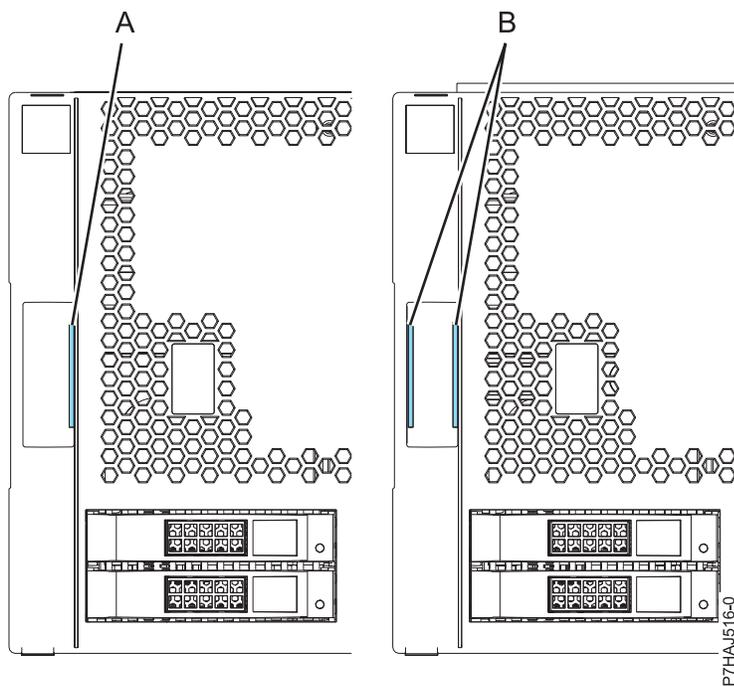

Figure 80. Identification des capots anciens et nouveaux
Remarque : Les anciens capots (expédiés avant le 1er mars 2011) sont reconnaissables à la bande bleue unique (A) située sur les taquets du capot. Les nouveaux capots possèdent deux bandes bleues (B). Voir figure 80, à la page 113.